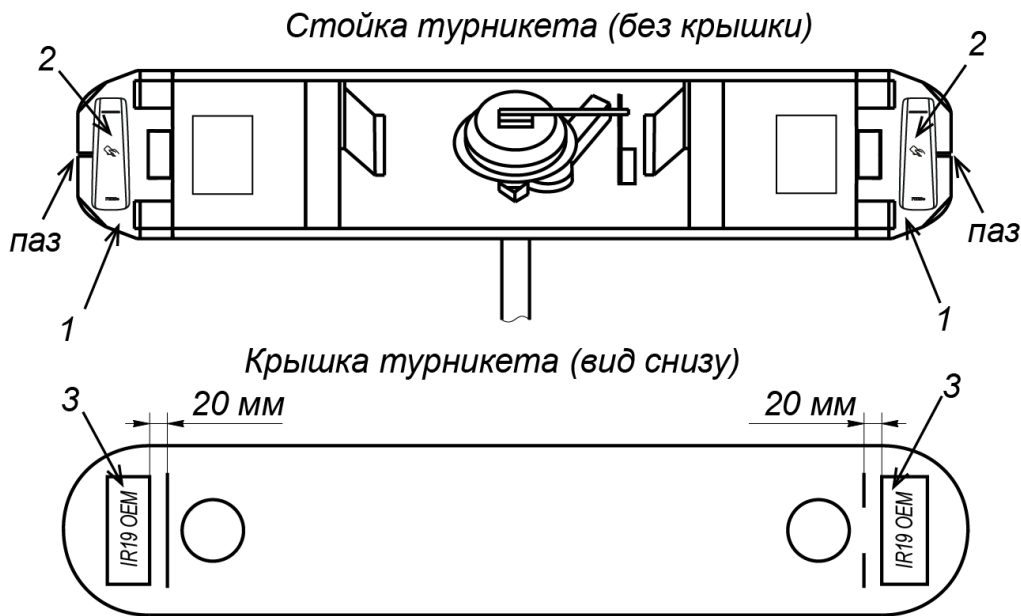

Рисунок 13. Место установки считывателя СКУД
8. При необходимости установите встраиваемые RFID-считыватели на специальных кронштейнах под крышкой турникета (см. рис. 13).
Считыватели устанавливаются при помощи двустороннего скотча или просверлив отверстия по месту. Считыватели **PERCo-IR19 OEM** устанавливаются непосредственно на крышке турникета снизу на двусторонний скотч, при этом место установки необходимо рассчитать так, чтобы они не мешали при закрытии крышки (см. рис. 13).